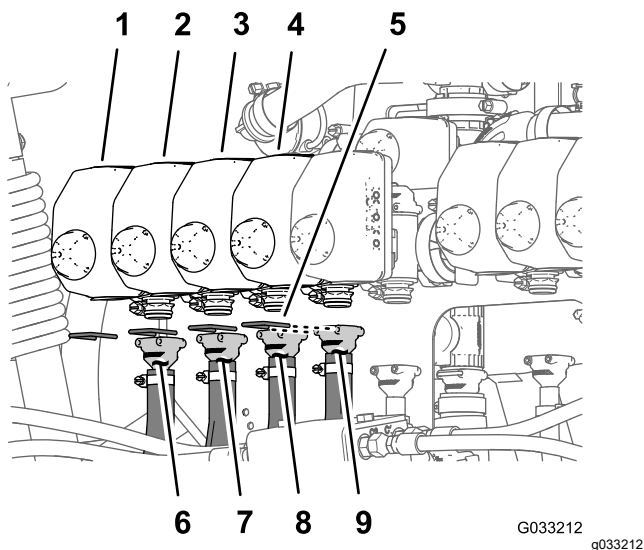
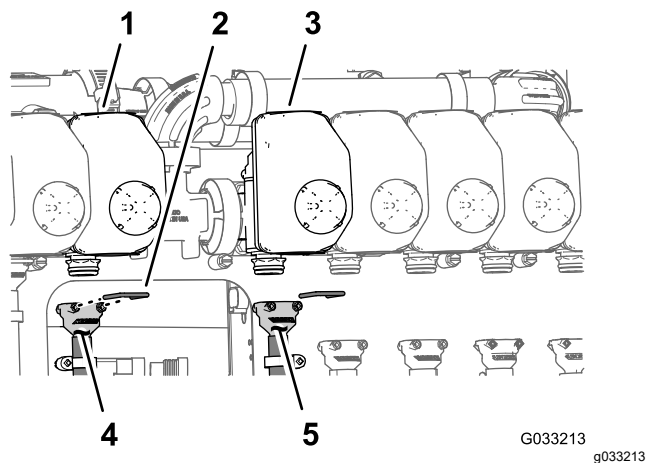
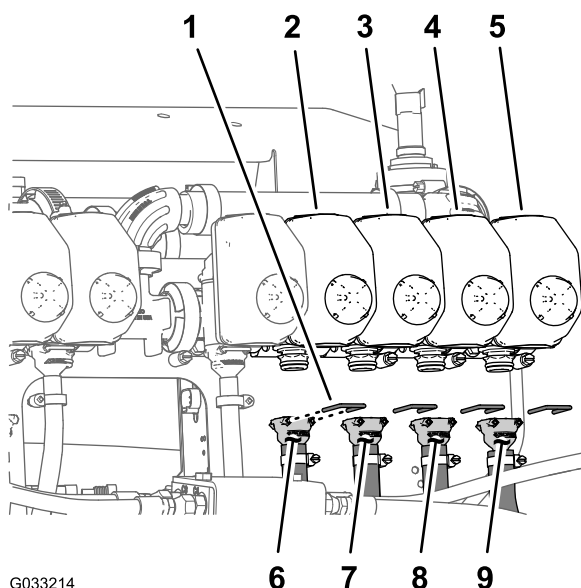

Рисунок 72
Рисунок 73
Рисунок 74
Примечание: Расположения клапанов сопел см. на Рисунок 72 в разделе Подсоединение шлангов к клапанам сопел с 1 по 4 \(страница 40\), на Рисунок 73 в разделе Подсоединение шлангов к клапанам сопел 5 и 6 \(страница 40\) и на Рисунок 74 в разделе Подсоединение шлангов к клапанам сопел с 7 по 10 \(страница 41\).
1. Установите прямой штуцер типа «елочка» шланга подачи длиной 279 см на соединительную муфту клапана сопла 1 (Рисунок 72).
2. Прикрепите штуцер типа «елочка» к соединительной муфте с помощью держателя (Рисунок 72).
3. Установите прямой штуцер типа «елочка» шланга подачи длиной 234 см на соединительную муфту клапана сопла 2 (Рисунок 72).
4. Прикрепите штуцер типа «елочка» к соединительной муфте с помощью держателя (Рисунок 72).
5. Установите прямой штуцер типа «елочка» шланга подачи длиной 188 см на соединительную муфту клапана сопла 3 (Рисунок 72).
6. Прикрепите штуцер типа «елочка» к соединительной муфте с помощью держателя (Рисунок 72).
7. Установите прямой штуцер типа «елочка» шланга подачи длиной 188 см на соединительную муфту клапана сопла 4 (Рисунок 72).
8. Прикрепите штуцер типа «елочка» к соединительной муфте с помощью держателя (Рисунок 72).
1. Установите прямой штуцер типа «елочка» шланга подачи длиной 81 см на соединительную муфту клапана сопла 5 (Рисунок 73).
2. Прикрепите штуцер типа «елочка» к соединительной муфте с помощью держателя (Рисунок 73).
3. Установите прямой штуцер типа «елочка» шланга подачи длиной 81 см на соединительную муфту клапана сопла 6 (Рисунок 73).
4. Прикрепите штуцер типа «елочка» к соединительной муфте с помощью держателя (Рисунок 73).
1. Установите прямой штуцер типа «елочка» шланга подачи длиной 188 см на соединительную муфту клапана сопла 7 (Рисунок 74).
2. Прикрепите штуцер типа «елочка» к соединительной муфте с помощью держателя (Рисунок 74).
3. Установите прямой штуцер типа «елочка» шланга подачи длиной 188 см на соединительную муфту клапана сопла 8 (Рисунок 74).
4. Прикрепите штуцер типа «елочка» к соединительной муфте с помощью держателя (Рисунок 74).
5. Установите прямой штуцер типа «елочка» шланга подачи длиной 234 см на соединительную муфту клапана сопла 9 (Рисунок 74).
6. Прикрепите штуцер типа «елочка» к соединительной муфте с помощью держателя (Рисунок 74).
7. Установите прямой штуцер типа «елочка» шланга подачи длиной 279 см на соединительную муфту клапана сопла 10 (Рисунок 74).
8. Прикрепите штуцер типа «елочка» к соединительной муфте с помощью держателя (Рисунок 74).